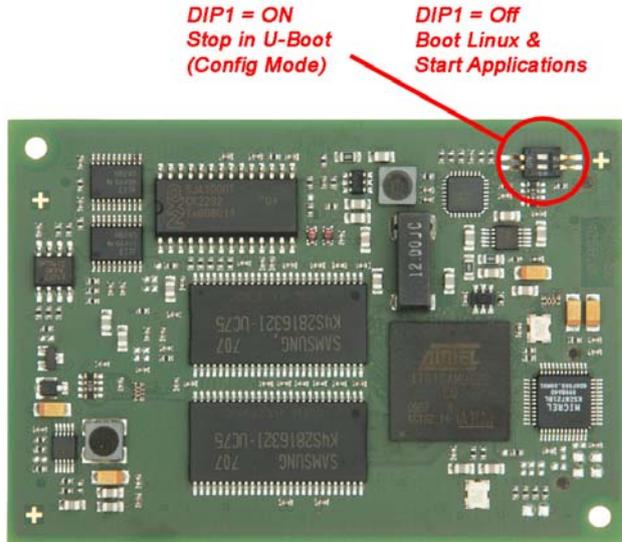

Bild 5: Lage und Bedeutung des DIP-Schalter 1 auf dem ECUcore-9G20
- (1) **DIP1 = "On" oder /BOOT = "Low"** DIP1: siehe Bild 5, /BOOT: siehe Manual L-1255
Bild 5 zeigt die Lage und Bedeutung des DIP-Schalters 1 auf dem ECUcore-9G20. Da dieser DIP-Schalter im eingebauten Zustand des Moduls unter Umständen schwer zugänglich sein kann, ist das damit verbundene Portpin des Prozessors parallel dazu auch als Anschluss "/BOOT" am Steckverbinder des ECUcore-9G20 verfügbar (siehe Hardware Manual ECUcore-9G20, Manual-Nr.: L-1255).